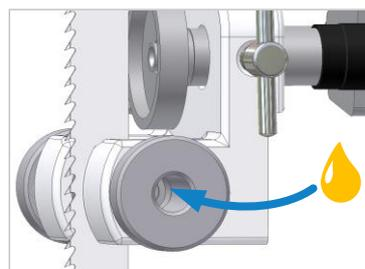

Figure 41 : huilage des galets latéraux
- Retirer les bouchons de fermeture des galets et verser quelques gouttes d'huile dans les roulements (voir ⇒ Figure 41).